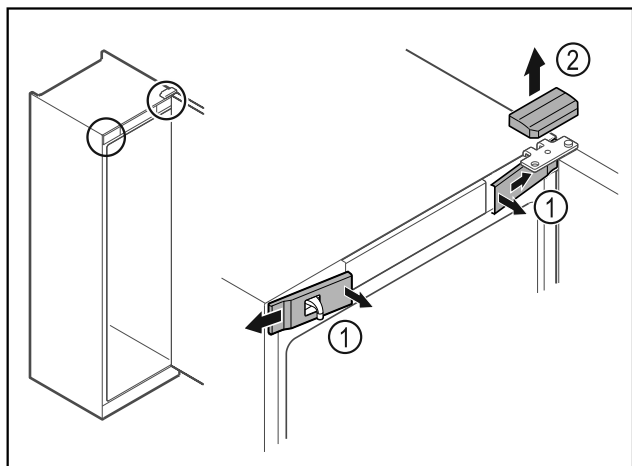

Fig. 4
- ▶ Uvolněte uvnitř přední kryty Fig. 4 (1) a sejměte je stranou.
- ▶ Horní kryt Fig. 4 (2) odeberte směrem nahoru.